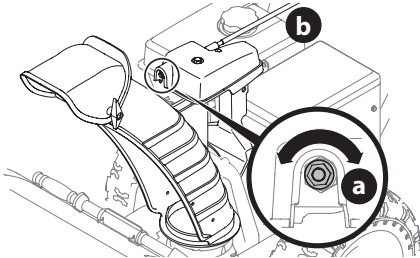

Figura 51
1. A fin de aumentar la precarga, ajuste la tuerca hexagonal (a) en el sentido de las agujas del reloj con intervalos de $\frac{1}{4}$ de giro. Se deberá mantener fija la varilla de control del canal (b) mientras se ajusta la tuerca (Figura 51).